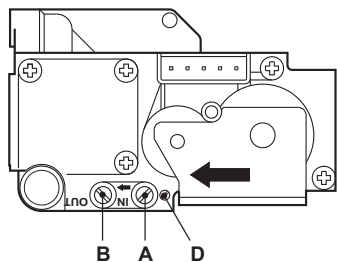

рис. 10 - Газовый клапан
- Подключите надлежащий манометр к контрольной точке измерения давления "В" рис. 10, расположенной после газового клапана
- Отрегулируйте минимальное давление с помощью регулировочного винта "D" рис. 10, поворачивая его по часовой стрелке или против часовой стрелки соответственно для уменьшения и увеличения давления.